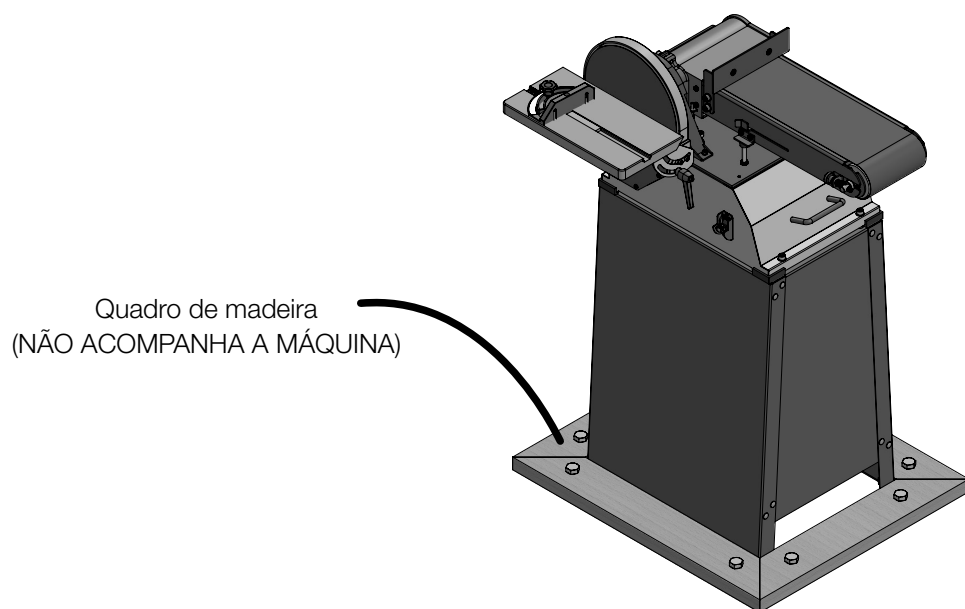

FIGURA 12 - Recomendação de um sistema de encaixe do Gabinete
No entanto, se estiver instalada (fixada) sobre o Gabinete de Apoio (03), como na figura 01, recomenda-se (sugere-se) fazer um quadro de madeira (não acompanha a máquina), como apresentado na figura 12, para ancorar todo este conjunto no piso.